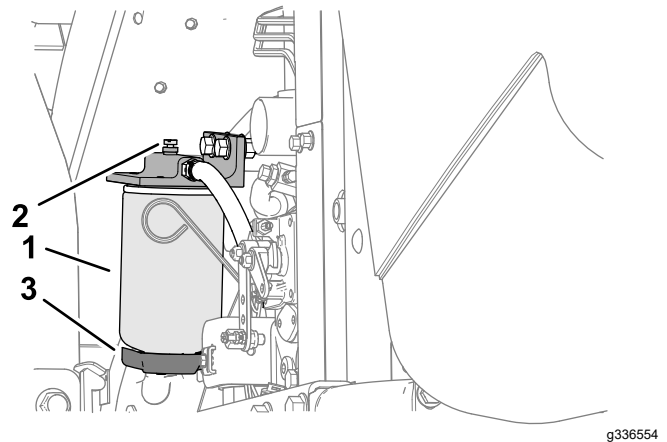

Figura 66
4. Afloje la válvula de vaciado en la parte inferior del cartucho del filtro (Figura 66).
3. Limpie la zona de montaje del cartucho del filtro (Figura 66).